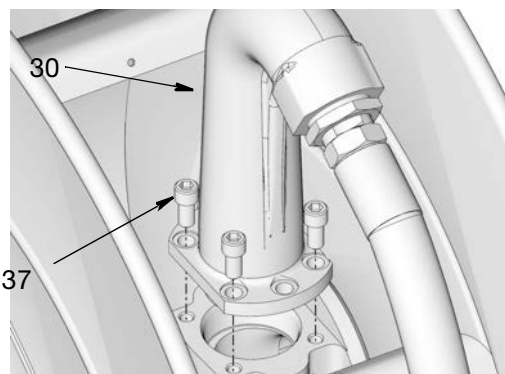

Fig. 12: Se muestra modelo de baja presión.
15. Instale la salida (30) en el carrete. Vuelva a colocar y apriete todos los pernos (37) con seguridad. Apriete los pernos a un par de 32,54 - 40,67 N.m (24 - 30 lb-pie) (Fig. 12).
- Los modelos de baja presión (mostrados en la FIG. 12) usan 4 pernos (37).
- Los modelos de media presión (no se muestran) usan 6 pernos (37).